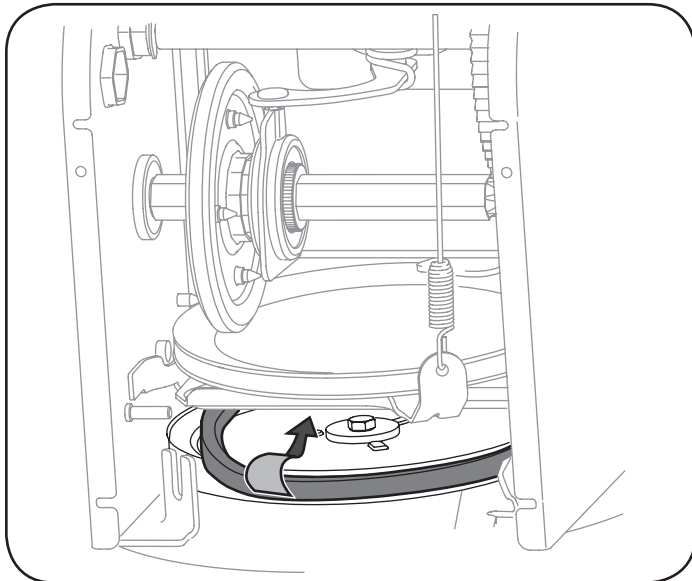

Figura 31
7. Retire la correa de alrededor de la polea de la barrena y deslice la misma entre la ménsula de soporte y la polea de la barrena. Vea la Figura 31.